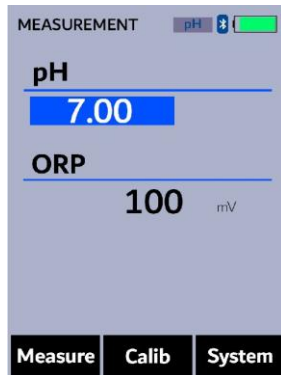

Figura 8.
6. Los valores de pH y ORP se actualizarán cada dos segundos en la pantalla del módulo principal del SP-710B. Los valores se mostrarán en blanco con un **fondo azul** una vez que se alcance un valor estable (Figura 8).